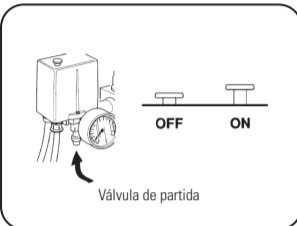

FIGURA 9.1
2. Veja capítulo - Instalação, item 6.3, e acione o compressor através da alavanca/botão de partida **21** (Figura 9.1 - ON).
6. Feche o registro o compressor irá encher o reservatório e desligue o compressor através do botão de partida **21** (Figura 9.1 - OFF).
1. Com auxílio de uma braçadeira (adquirido pelo cliente) conecte a mangueira de ar (adquirido pelo cliente) no bico de conector (Capítulo - Instalação, item 4).
2. Ligue o compressor através do botão de partida **21** (Figura 9.1 - ON) e aguarde o enchimento do reservatório cronometrando o tempo de enchimento.
**IMPORTANTE** Ao término de cada trabalho, desligue através do botão (Figura 9.1 - OFF) o compressor e remova a água e o ar do reservatório, conforme Capítulo 9 - item 8. Estas instruções baseiam-se em condições normais de operações. Caso o compressor estiver instalado em uma área poluída, aumente e periodicidade das inspeções. Consulte a fábrica ou Posto SAC SCHULZ mais próximo para orientações adicionais para especificar qual o tipo de óleo lubrificante adequado que poderá ser utilizado.